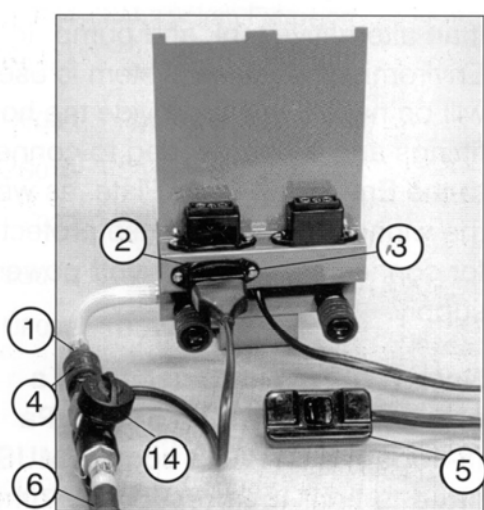

Figure 2.
5. Une fois que le réservoir et les lances sont assemblés, vous pouvez connecter l'équipement à la plaque support. (phot. P. 11, fig. 2 et 3)